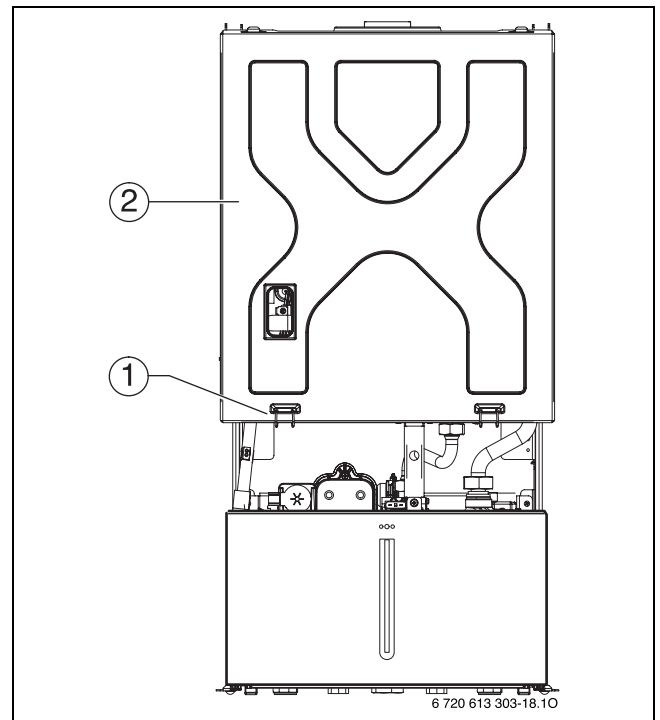

Fig. 48 Se deschide camera de aer
- ▶ Îndepărtați cele două cleme (1) și ridicați capacul cutiei de aer (2) (→ fig. 48).